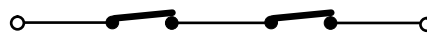

Fig. 12
N.B. Si deux dispositifs ou plus ont la même fonction (ouverture ou fermeture), ils faut les connecter en série entre eux (voir fig.12). Il est nécessaire d'utiliser des contacts N.F.
Pour installer plusieurs dispositifs de STOP, connecter les contacts N.F. en série (voir fig.12).